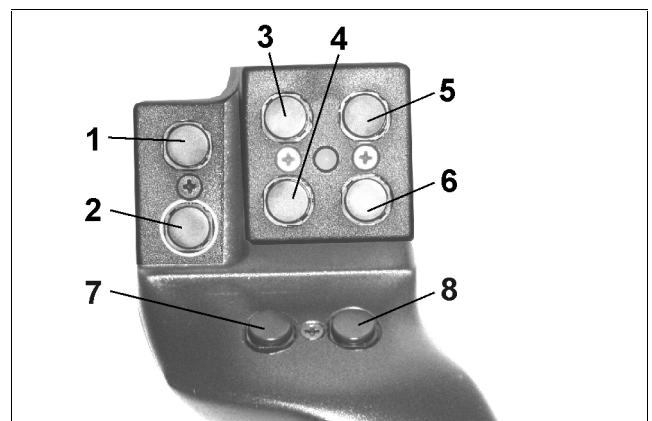
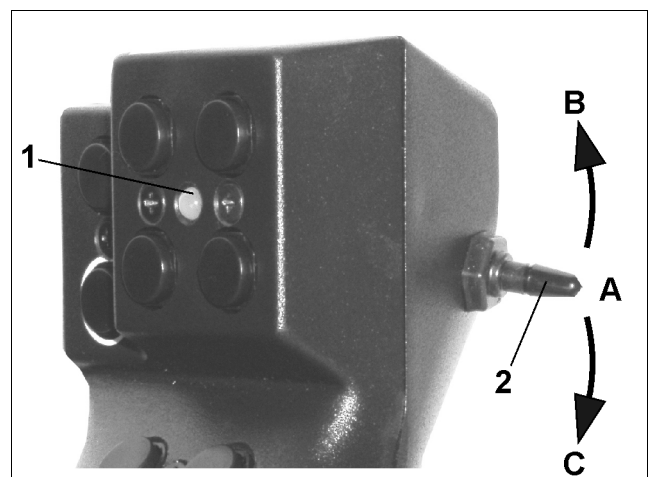

Fig. 46
Fig. 47
Zur Bedienung des **AMATRON⁺** hat der Multifunktionsgriff (Fig. 46) 8 Tasten (1 - 8) zur Verfügung. Weiterhin kann mittels Schalter (Fig. 47/2) die Belegung der Tasten 3-fach verändert werden.
-  Mittelstellung (Fig. 47/A) und kann nach
-  oben (Fig. 47/B) oder
-  unten (Fig. 47/C) betätigt werden.
Die Stellung des Schalters wird durch eine LED-Leuchte (Fig. 47/1) angezeigt.